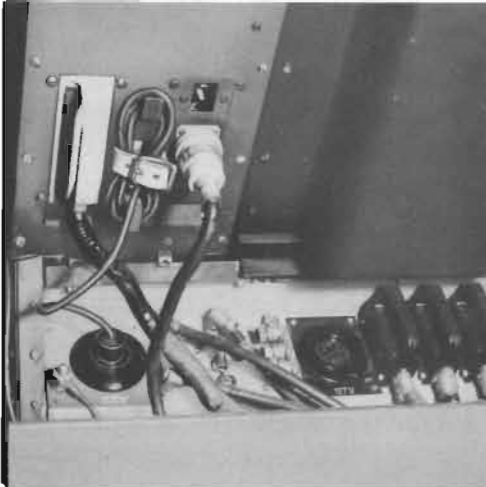

Bild 19. Nätanslutning av telefon-UK-panel.
- Sätt telefon-UK-panelerna på sina platser i indikator 16. Anslut kablarna UK1 och UK2 från kopplingscentralen. Anslut mikrofonerna. Nätanslut till rödmärkt uttag, se bild 19.